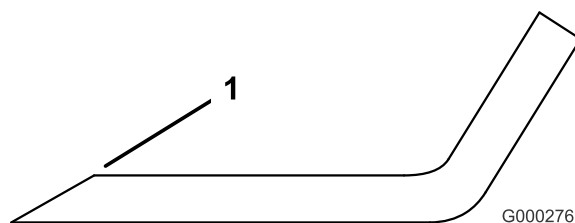

Figura 21
1. Afíle el filo de corte en ambos extremos de la cuchilla (Figura 21). Mantenga el ángulo original. La cuchilla permanece equilibrada si se retira la misma cantidad de material de ambos bordes de corte.